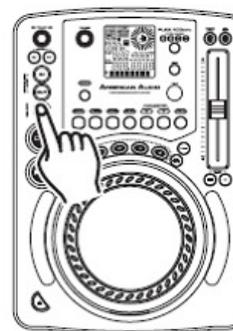

Figura 22
Nota: solamente il punto finale del ciclo continuo può essere editato. È possibile creare un ciclo continuo più lungo o più breve. Prima di modificare un ciclo continuo bisogna ovviamente averlo creato. Se non è stato creato un ciclo continuo, seguire le relative istruzioni al punto 10. Se un ciclo continuo è già stato creato, premere il pulsante RELOOP (22) per attivarlo (figura 22) se non già attivo. Per editare il punto finale del ciclo continuo: